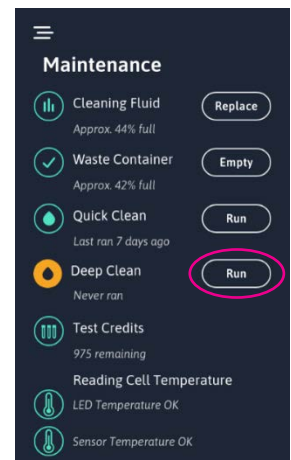

Figura 34
1. Pressione o botão “Executar” da Limpeza Profunda no submenu Manutenção para iniciar uma Limpeza Profunda (Figura 34). O analisador verificará se os volumes dos frascos iWASH e iWASTE são suficientes e solicitará a substituição caso estejam insuficientes. Se o volume for suficiente, o analisador solicitará ao usuário que insira a solução de limpeza.